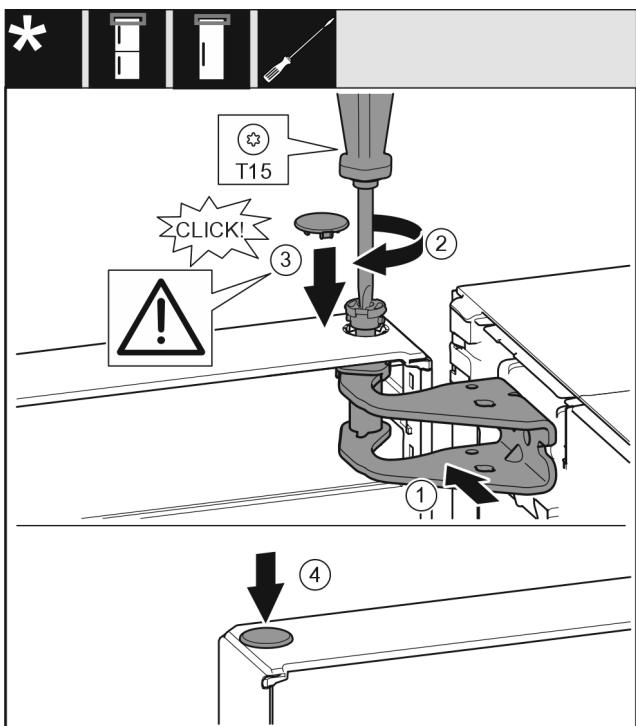

Fig. 26
- Регулирайте вратата горе спрямо отвора в лагерната стойка. Fig. 26 (1)
- Поставете болта Fig. 26 (2) и затегнете здраво с отвертка.
- Монтаж на предпазния капак Fig. 26 (3) за осигуряване на вратата: Поставете предпазния капак и проверете дали той е допрян до вратата. В противен случай поставете изцяло болта.
- Поставете тапата Fig. 26 (4).